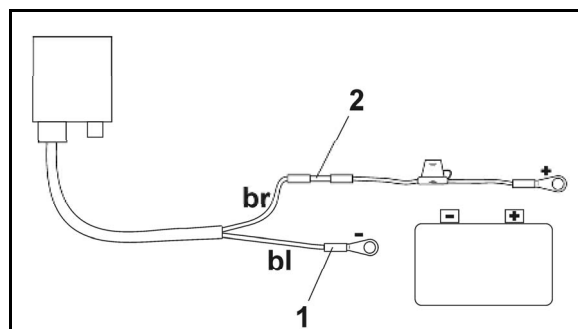

Fig. 18
2. Tag begge ledbolte (Fig. 18/1) ud.
5. Blå leder (stel) føres ind i ringtunge (Fig. 18/1).
7. Brun leder (+ 12 volt) føres ind i fri ende på stødforbinder (Fig. 18/2)
9. Krymp stødforbinder (Fig. 18/2) med varmekilde (fyrstøj eller varmlufttørrer), indtil klæberen trænger ud.